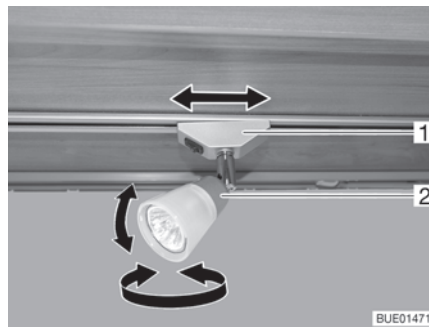

Bild 53 Spotleuchte
- Gehäuse (Bild 53,2) der Spotleuchte in gewünschte Richtung drehen. Das Gehäuse kann in folgende Richtungen gedreht werden:
- Halterung (Bild 53,1) um ca. 45° drehen.
- Halterung (Bild 53,1) um 90° drehen.